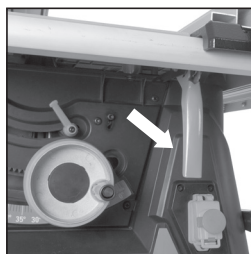

Abb. 26
- Den Feststellhebel für die Tischverlängerung, der sich direkt über dem **Ein-/Aus**-Schalter befindet, nach oben ziehen (**Abb. 26**).